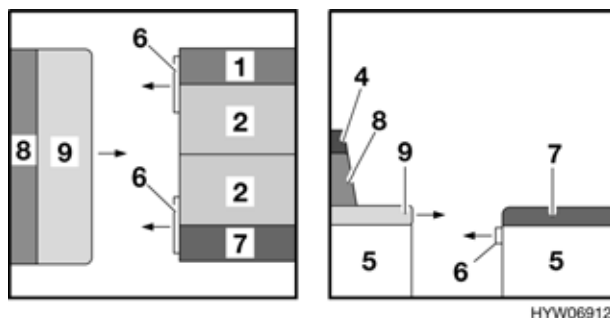

Fig. 77 Durante la trasformazione
- Estrarre la prolunga del cassone letto (Fig. 77,6) da entrambi i cassoni della dinette centrale fino all'arresto.
- Sollevare leggermente il divano (Fig. 77,9) ed estrarlo fino all'arresto.
- Sfilare il cuscino aggiuntivo (Fig. 77,4) dal cuscino dello schienale (Fig. 77,8). Il cuscino aggiuntivo è fissato a quello dello schienale tramite un nastro in velcro e può essere staccato con facilità.